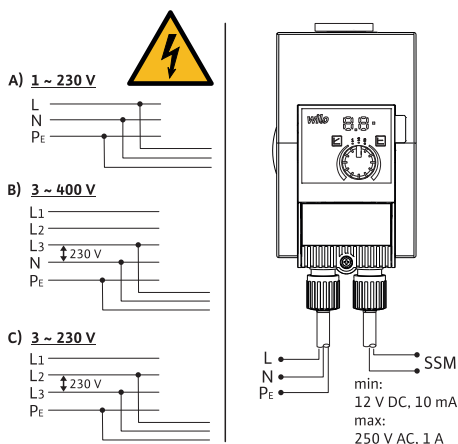

Fig. 3: Tilkoblingsmuligheter
- Koble til 230 V lavspenningsnett. Ved tilkobling til IT-nett (Isolet Terre-nettform) må du forsikre deg om at spenningen mellom ytterlederne (L1-L2, L2-L3, L3-L1 → Fig. 3) ikke overskrider 230 V. I tilfelle feil (jordslutning) må spenningen mellom ytterleder og PE ikke overskride 230 V.